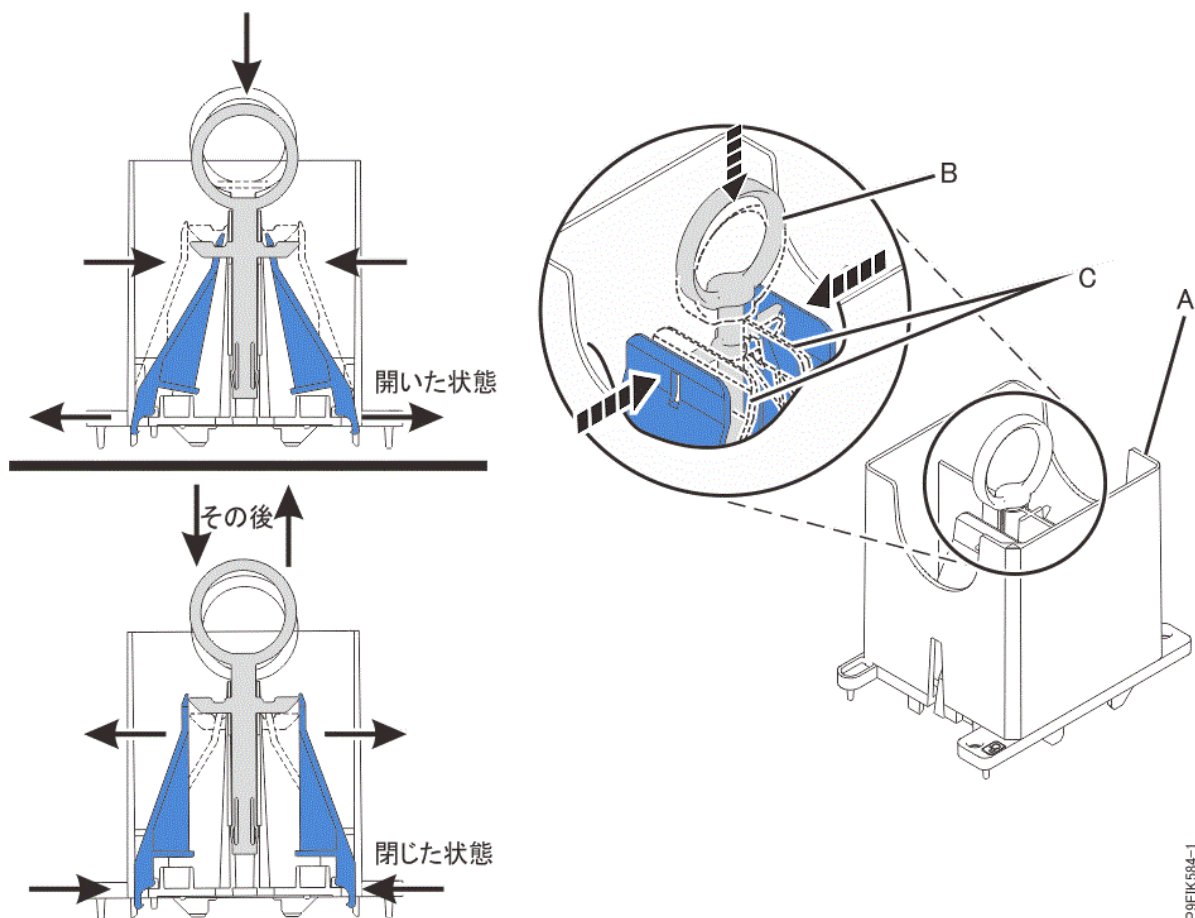

図 14. 取り外しツールがオープン位置にあることの確認
- a) 取り外しツールがオープン位置になっていることを確認します (17 ページの図 14 を参照)。中間リングを押し下げ、青色のタブを内側に向ける必要があります。